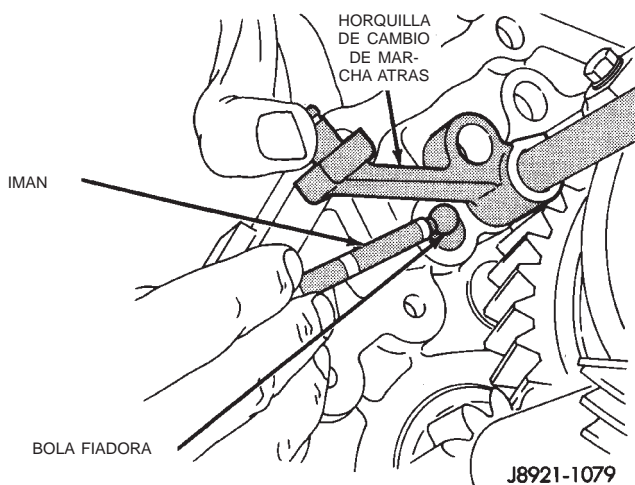

Fig. 68 Desmontaje de la bola fiadora de la corredera de cambios de quinta velocidad
(20) Utilice un imán para recuperar la bola fiadora de la corredera de cambios del engranaje de quinta velocidad de la placa intermedia (Fig. 68).